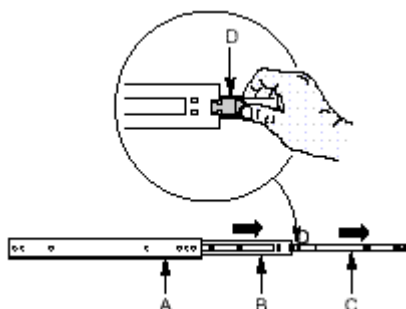

图 2-3-1
2. 如图 2-3-1 所示，将最里面的一片(C)从滑轨中分离出来。要分离出滑轨中最里面的一片，需要尽量把这一部分往外滑，然后你会看到一个黄铜色弹片，按下它就可以完全的把最里面的滑轨片与外面的(A)和中间的(B)滑轨片分开。